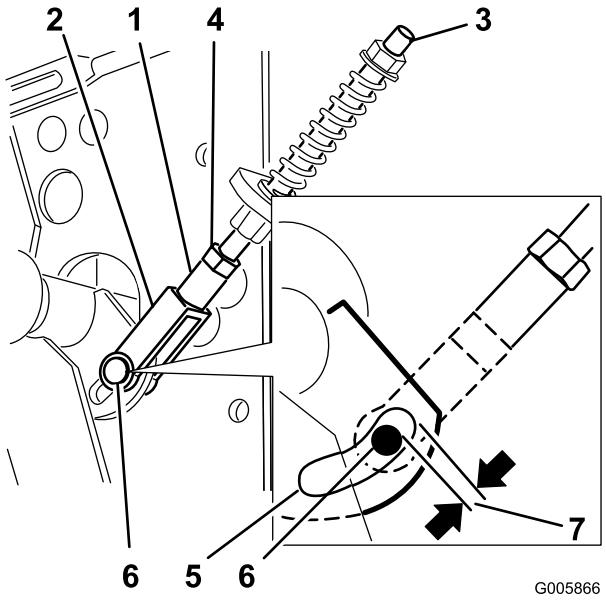

Figura 47
3. Afloje la tuerca de la horquilla (Figura 47).
4. Ajuste la longitud del conjunto de la varilla de punto muerto y la horquilla de manera que el pasador no entre en contacto con la parte de atrás de la ranura del soporte del brazo de control Figura 47).
5. Apriete la tuerca de la horquilla (Figura 47).